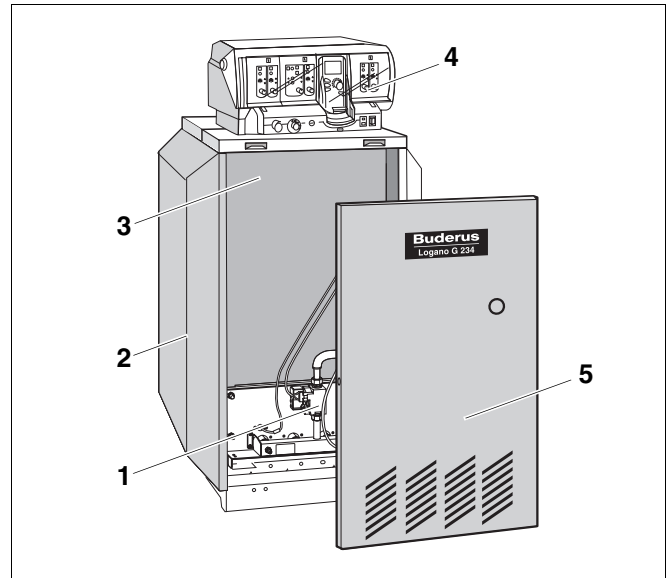

Рис. 1 Специальный газовый отопительный котел Logano G234 WS
Специальный газовый отопительный котел Logano G234 WS (рис. 1) оснащен на заводе газовой горелкой и системой управления.
- Котловой блок с теплоизоляцией (рис. 1, **поз. 3**) и газовой горелкой (рис. 1, **поз. 1**).
- Обшивка (рис. 1, **поз. 2**) и передняя стенка котла (рис. 1, **поз. 5**).
- Система управления (рис. 1, **поз. 4**).